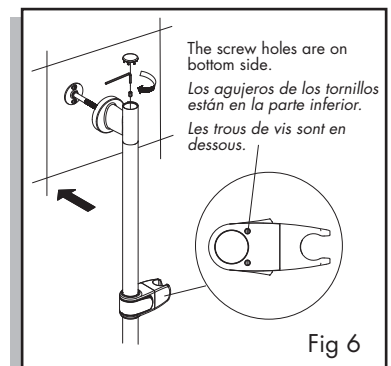

Fig 6
6. Place and hold the slide bar with slide body onto the post; it should "click" into place. Tighten the set screw with supplied hex wrench, then press the cap (Fig 6).
NOTE: When installed correctly, the slide body will have screw holes located on the bottom side. See Fig 6.
6. Ponga y sujete la barra con la pieza deslizante en la sujeción; deberán encajar. Apriete el tornillo de presión con la llave hexagonal y presione el tapón (fig. 6).
6. Placer la barre avec le support coulissant sur la fixation et la pousser en place. Un clic devrait se faire entendre. Serrer la vis de pression avec la clé hexagonale fournie, puis poser le capuchon (fig. 6).
REMARQUE: Si l'installation a été bien faite, les trous de vis sont en dessous du support coulissant (voir la figure 6).